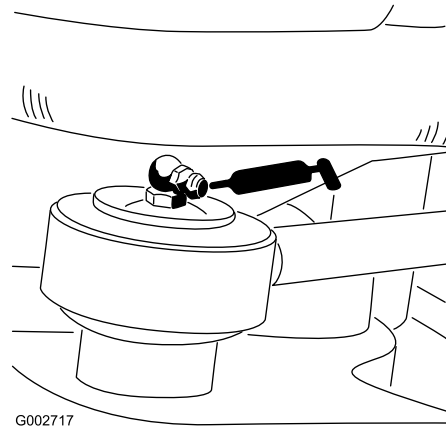

Figure 24
- Extrémité de tige de vérin de direction (1) (Modèle 08705 uniquement) (Figure 24)